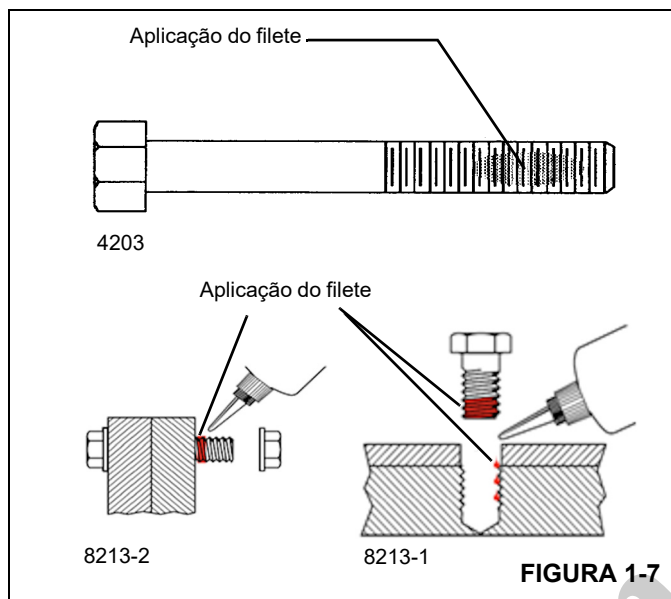

FIGURA 1-7
1. Aplique um filete perpendicular à rosca, cobrindo vários sulcos, no local aproximado do engate das roscas (Figura 1-7).